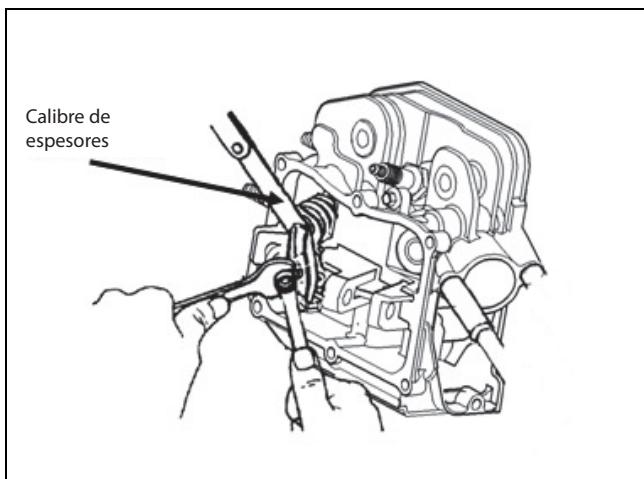

Figura 4-6. Ajuste de la luz de válvulas
- Sostenga el pivote del balancín con una llave y afloje la tuerca de seguridad del pivote (Figura 4-6).